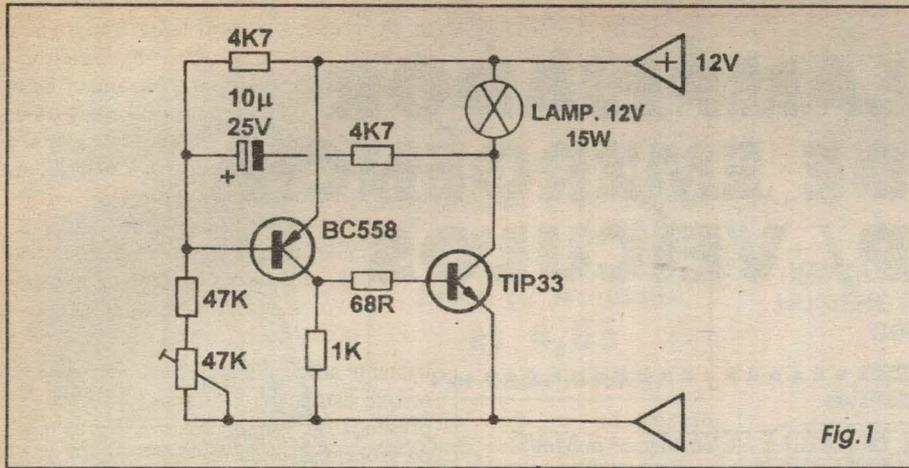

Fig. 1
- FIG. 1 - DIAGRAMA ESQUEMÁTICO DO CIRCUITO - Nada mais do que um simples oscilador com saída de alta potência, estruturado como um *flip-flop* baseado em dois transistores complementares (um PNP de baixa potência, BC558, e um NPN de alta, TIP33...). Na verdade, tecnicamente, o arranjo não deveria ser chamado de...*flip-flop* (um nome onomatopáico que surgiu no tempo dos multivibradores a relês, e que traduzia exatamente o som dos contatos dos ditos relês, alternadamente *fechando e abrindo* ao sabor da frequência de funcionamento do circuito...), já que neste os *estados (ligado/desligado)* dos transistores é que se mostram complementares: um saturado e outro cortado (ou vice-versa). Num multivibrador baseado em *transistores complementares* (como é o caso do circuito do LEV...), *ambos* os ditos transistores são *ligados* ou *desligados* simultaneamente, num sistema de acoplamento direto para C.C. que sempre simplifica bastante o arranjo, reduzindo o número de peças... Entretanto, assim como ocorre num astável em *flip-flop* convencional (simétrico), as realimentações se dão de *coletor para base*, de cada um dos transistores envolvidos para o *outro*... No circuito, a frequência básica é determinada pelos valores da rede RC estabelecida entre o *coletor* do TIP33 e a *base* do BC558 (capacitor de 10µ e resistor de 4K7...), situando-se em torno de 3 Hz (mas podendo ser alterada dentro de certos limites, pela modificação experimental justamente dos valores desses dois componentes...). No *outro caminho* de realimentação, um simples resistor de 68R leva a polarização do *coletor* do BC558 (*carregado* por um resistor de 1K...) para a *base* do TIP33, com o baixo valor resistivo permitindo suficiente corrente de *base* para que no *coletor* do transistor de potência possamos acionar diretamente uma lâmpada de boa potência (15W) sem pro-